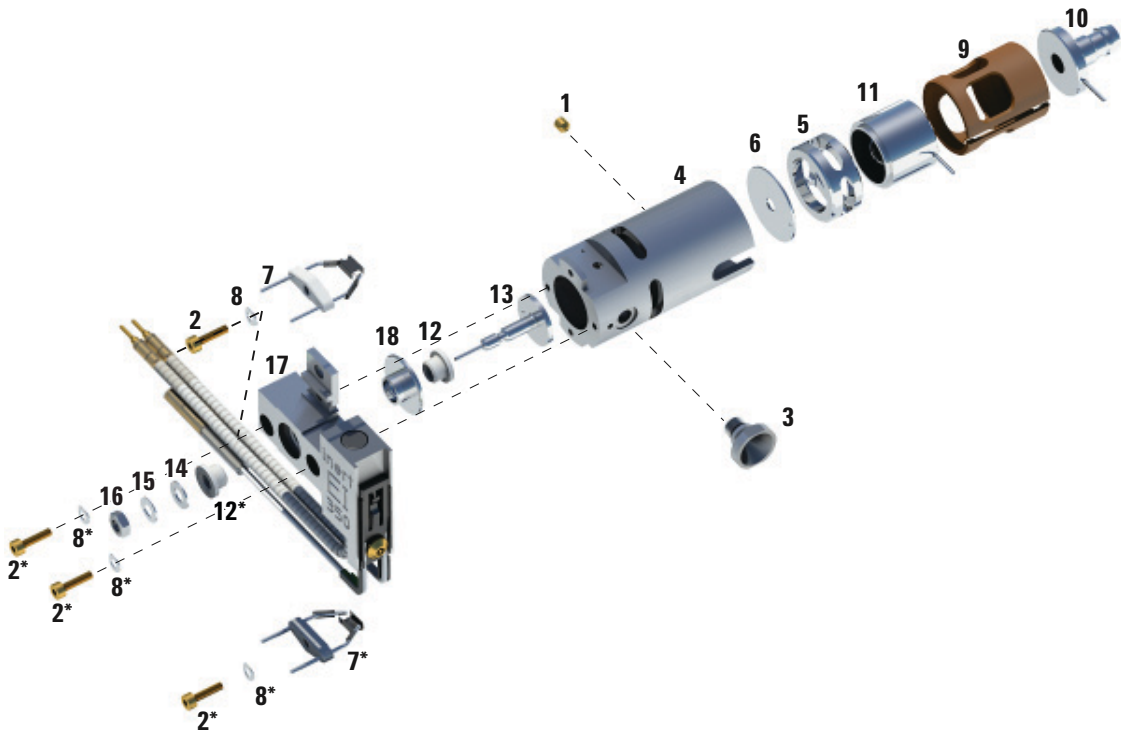

Abb. 18 Zusammenbauen der Standard- oder inerten EI-Ionenquelle
- a Bauen Sie den Repeller-Blockeinsatz in die Heizblockbaugruppe der Quelle ein. Siehe Abbildung 18 auf Seite 153.
- 2 Setzen Sie die Einschubplatte und den Einschubzylinder in das Quellengehäuse ein. Siehe Abbildung 18 auf Seite 153.
Tabelle 26 Liste der Teile der Standard- oder inerten EI-Ionenquelle (Abb. 18)